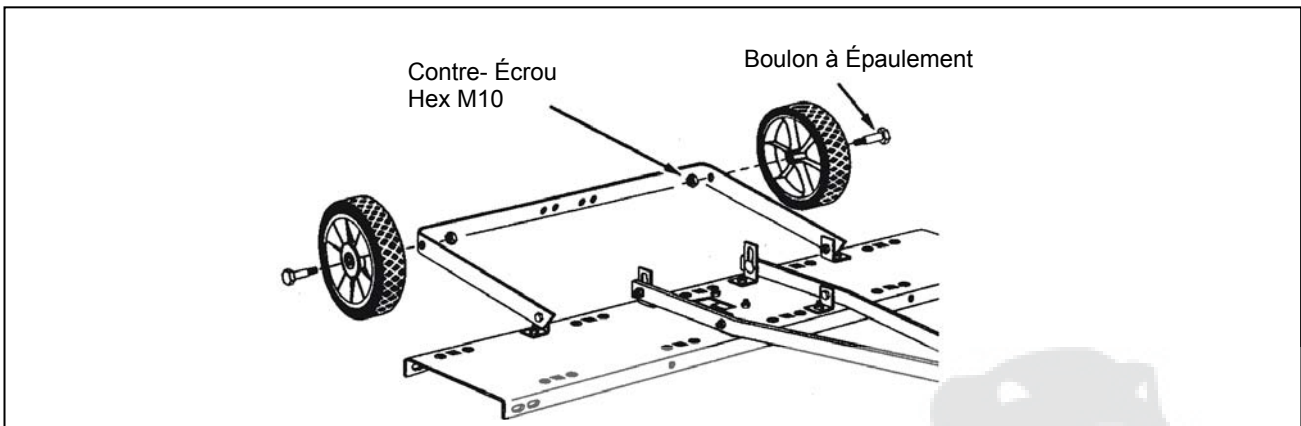

Figure 6
12. Assemblez les roues au support d'essieu à l'aide de deux boulons à épaulement et deux contre-écrous hex M10. Serrez. Voir figure 6.